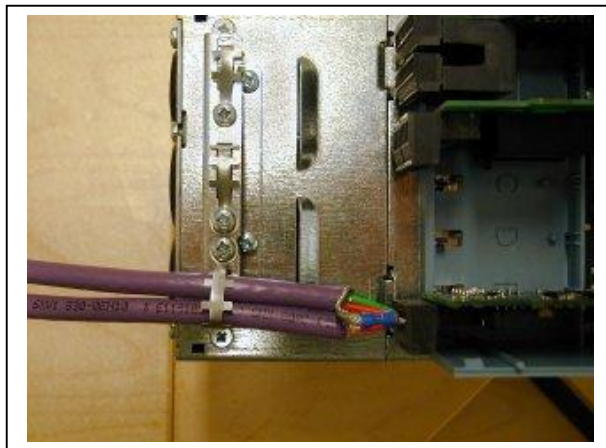

Figura 4-7.
- 3 Fije ambos cables Modbus al bastidor con la grapa. Véase la Figura 4-7.